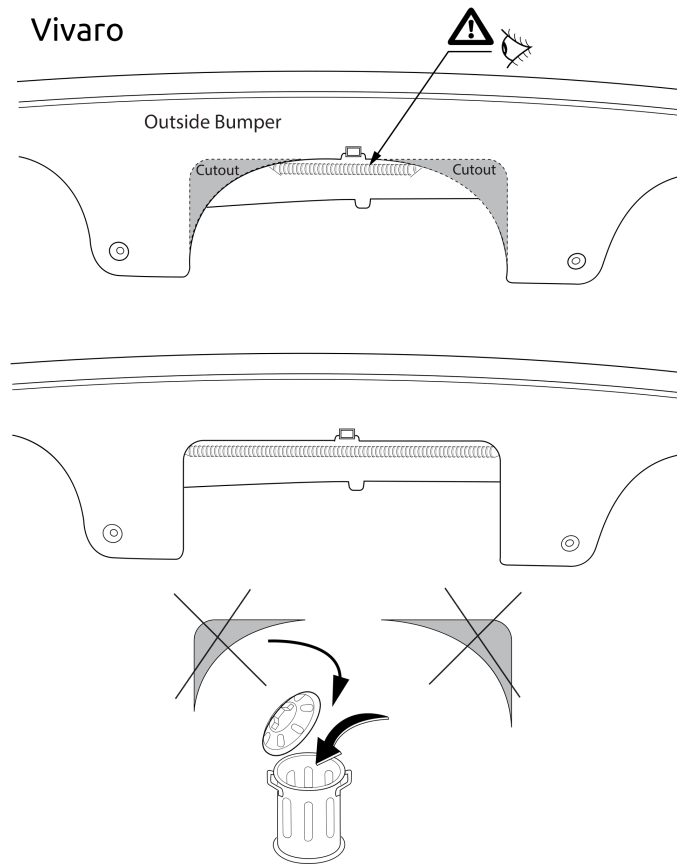

Fig. 2
7. Opel/Vauxhall Vivaro: Выпилить обозначенные части, как указано на рис. 2. Осторожно! При пилении позаботьтесь о том, чтобы не касаться проводки.